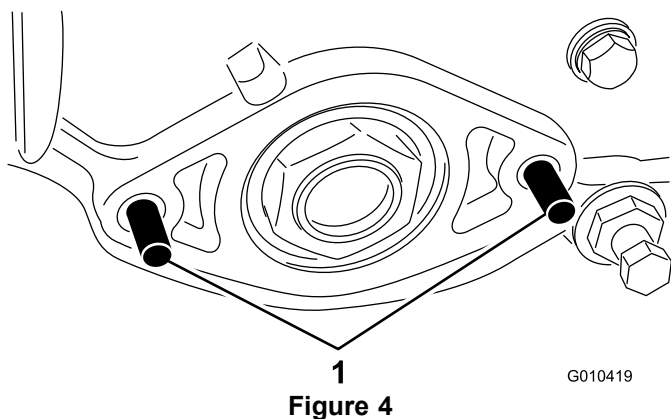

Figure 4
7. Insérez 2 boulons (M8) dans la plaque latérale gauche, comme montré à la Figure 4.